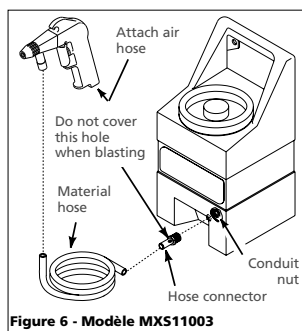

Figure 6 - Modèle MXS11003
2. Fixer le boyau de matériau au connecteur du boyau. Fixer l'extrémité opposée du boyau de matériau au pistolet (voir la figure 6).